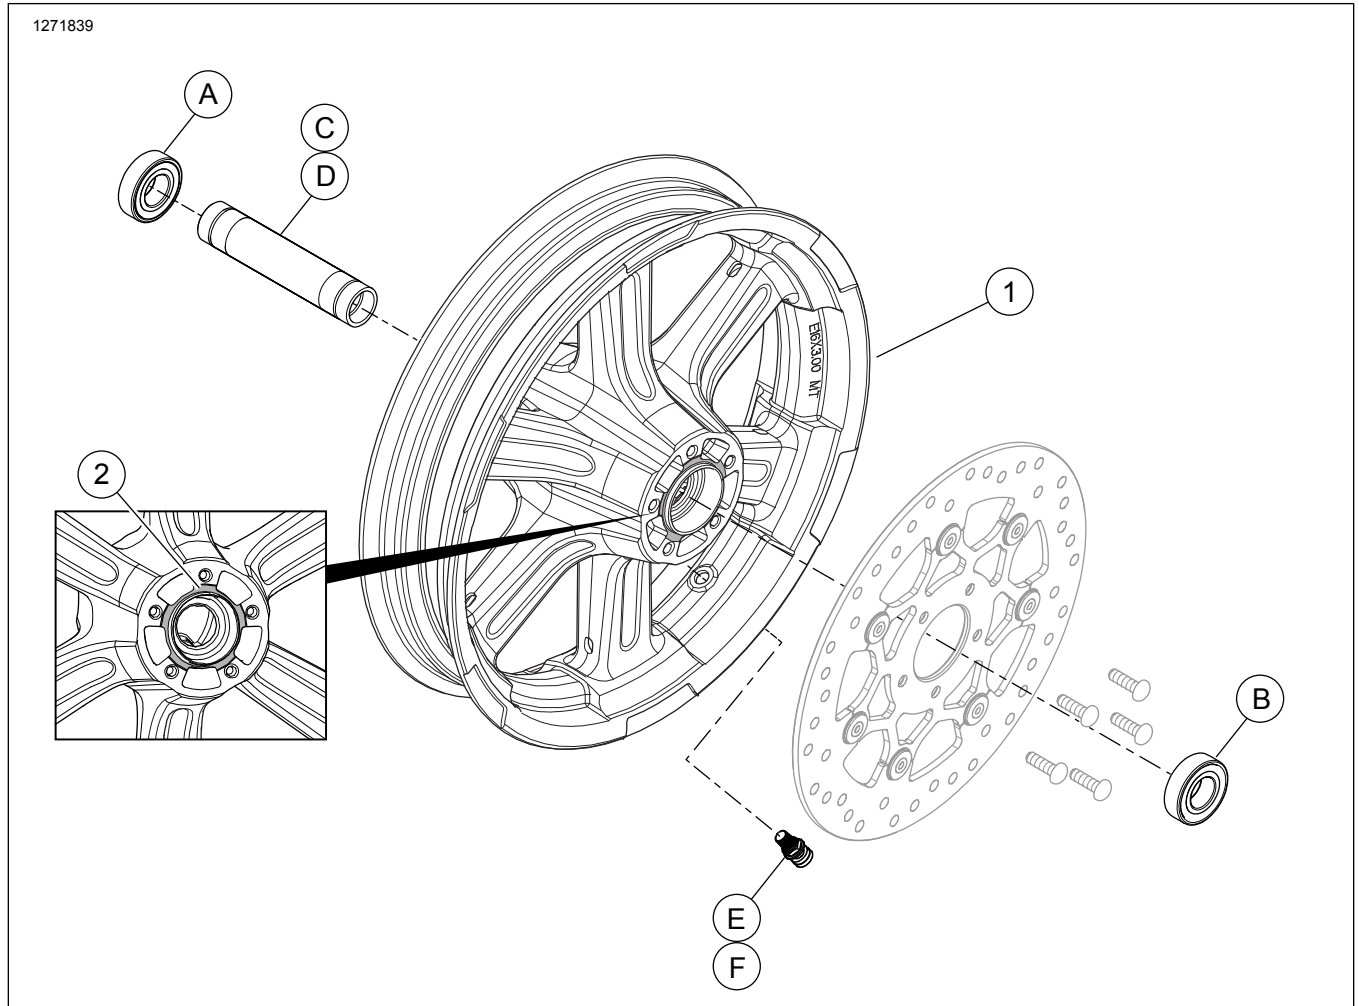

Figura 1. Parts tas-Service: Ir-roti ta' wara (16-il pulzier murija)
Ara Figura 1 u Tabella 2.
2. Figura 1 Installa l-assemblaġġ tal-istem tal-valv fuq ir-rota. Ara TAJERS fil-manwal tas-servizz.